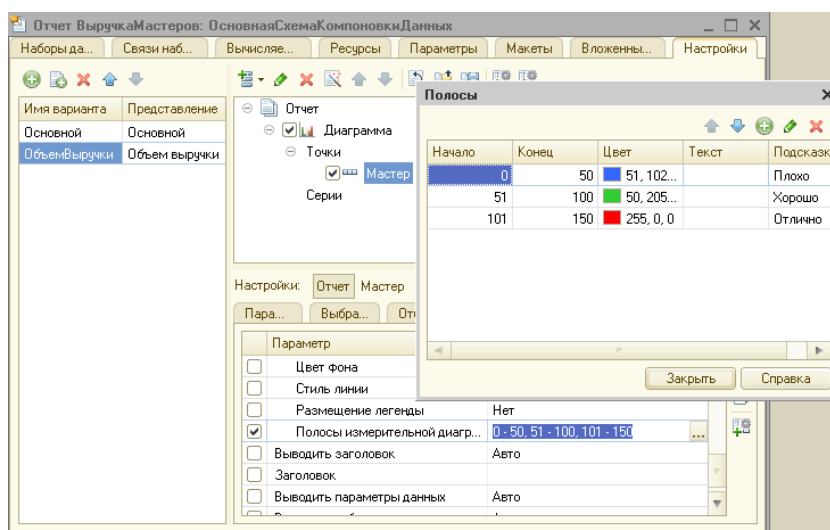

Рисунок 91 Настройка полос диаграммы
23. Настройте Полосы измерительной диаграммы, как показано на рис. 91.